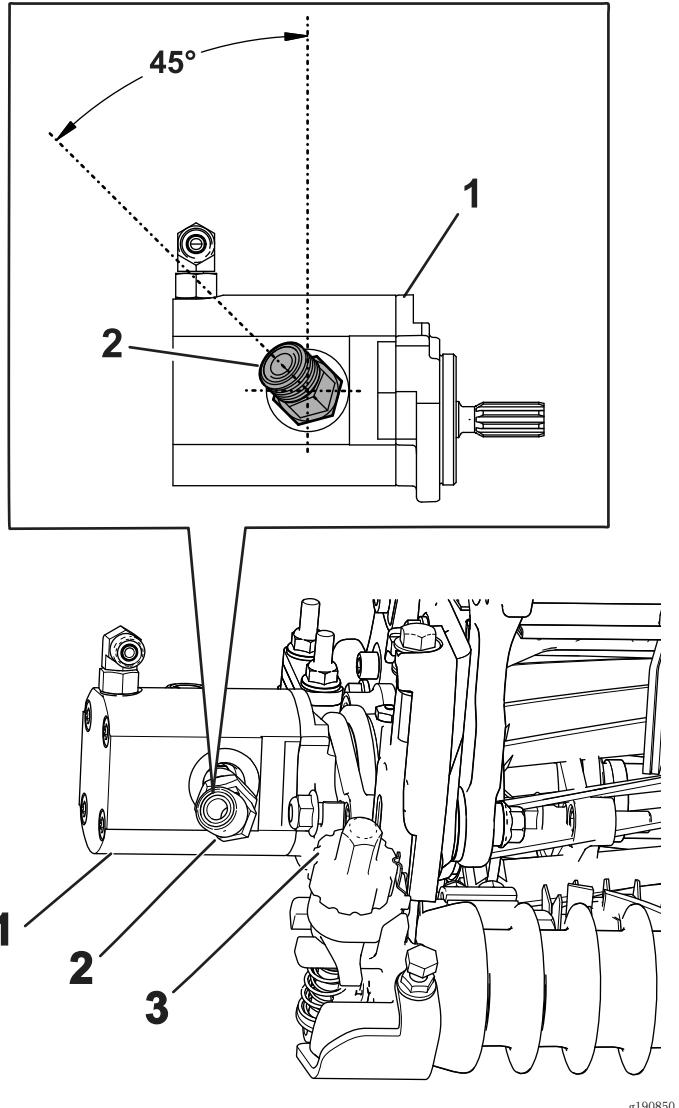

图18
4. 安装新的 45° 接头，调整接头位置，使接头角度如 图18 中所示。上紧接头扭矩至 $47\sim58\text{N}\cdot\text{m}$ 。